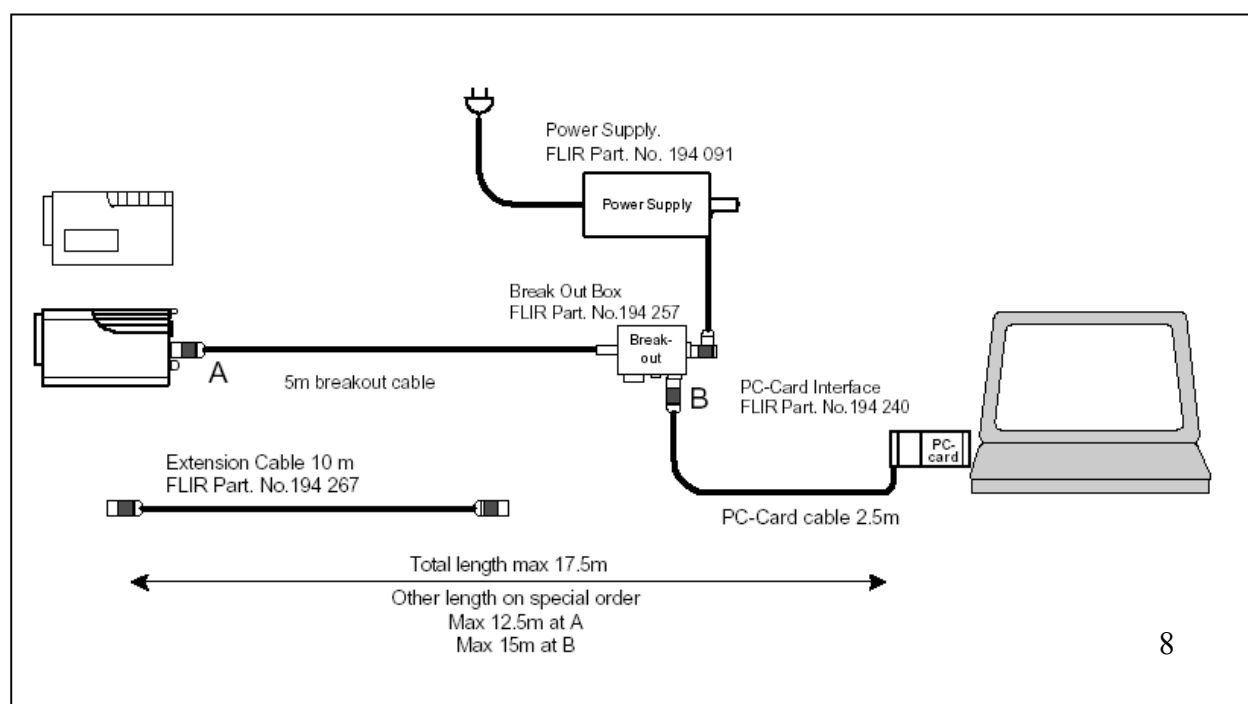

Figura 8. Configurazione per uscita digitale e PC card interface.
- c. La terza ed ultima configurazione (Figura 8) utilizza l'uscita digitale, una PC card interface (PCMCIA) proprietaria della Flir ed il software ThermaCAM Researcher 2001.